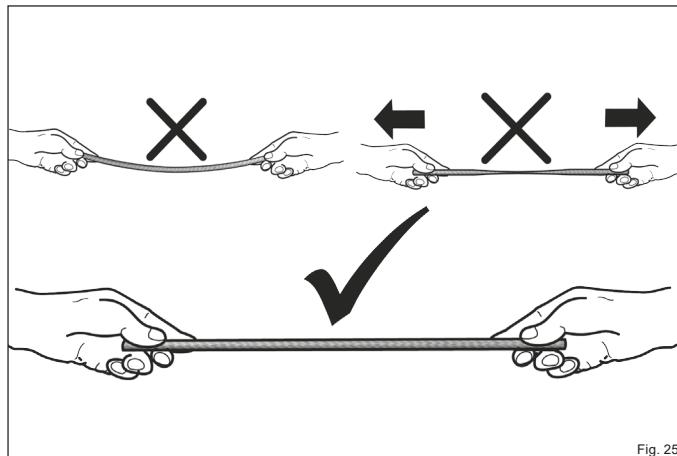

Fig. 25
- Lors de l'installation du joint, veillez à ce qu'il ne soit pas étiré pas et soit légèrement comprimé (Fig. 25).